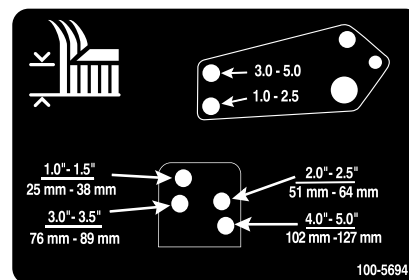

Figure 31
10. Alignez les trous de la biellette d'amortisseur et ceux du support de hauteur de coupe sélectionnés dans le cadre du plateau de coupe, puis insérez les axes de chape et posez les goupilles fendues (Figure 31).